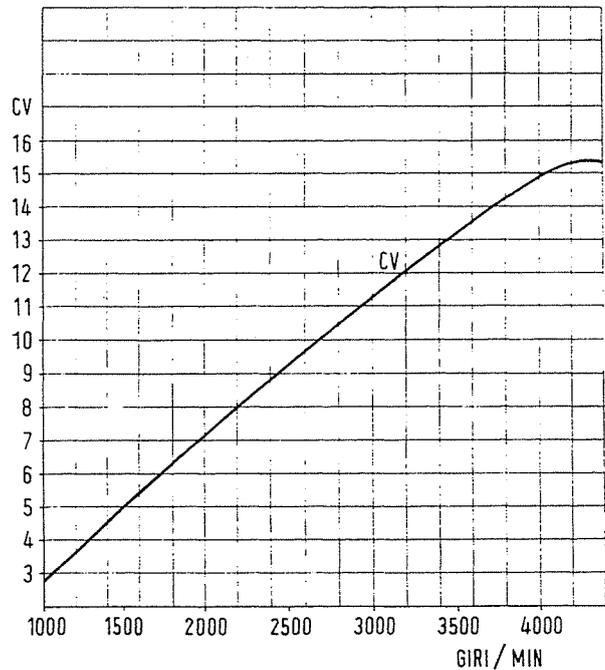

Abb. 104 - Kennlinien des Motors 110.000.
**ANM.** - Es wird darauf hingewiesen, dass die Leistung eines überholten Motors nach 2-stündigem Einlauf auf dem Prüfstand nicht die in den Diagrammen Abb. 104 und 105 angegebenen Werte erreichen kann.